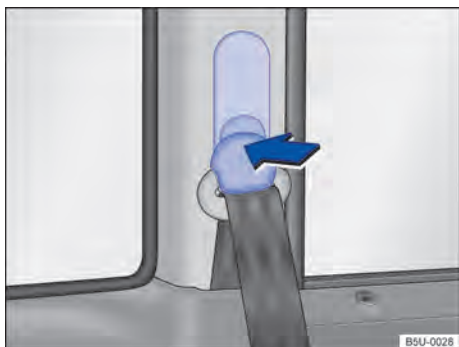

Fig. 32 Al lado de los asientos: regulación de altura del cinturón de seguridad.
- Presione el dispositivo regulador en el sentido de la flecha y manténgalo presionado → fig. 32.